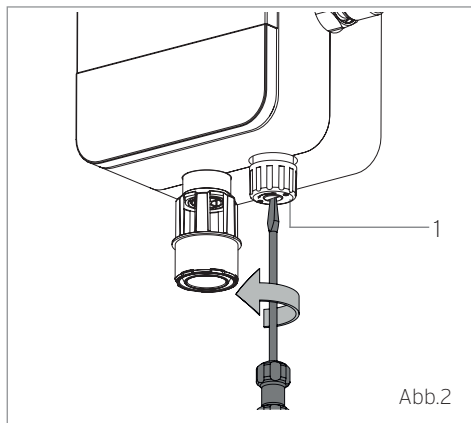

Abb.2
- Abb. 2: Mit einem Schlitzschraubendreher die Verstelleinrichtung [Pos. 1] durch Drehung entgegen des Uhrzeigersinns lösen